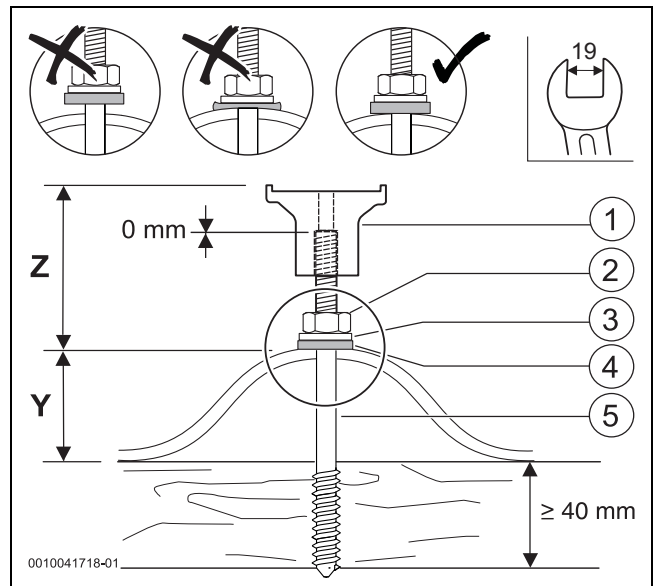

Bild 33 Montierte Stockschraube mit Haltebock
- Vormontierte Stockschraube mit Gabelschlüssel 19 mm so weit eindrehen, bis Maß Z (→ Tab. 9) erreicht ist (→ Bild 33).